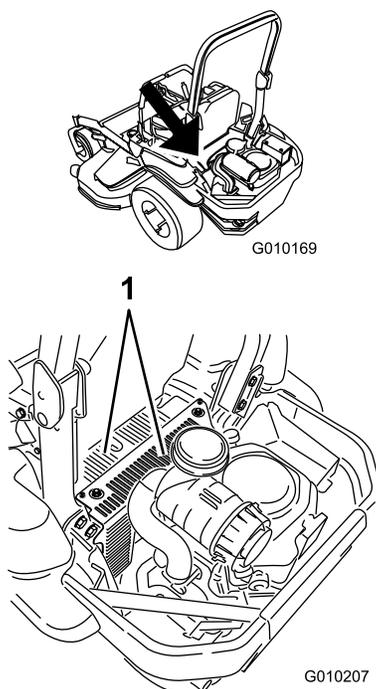

Figura 72
5. Rimuovete sporcizia ed erba dalle coperture dell'unità idraulica (Figura 72).